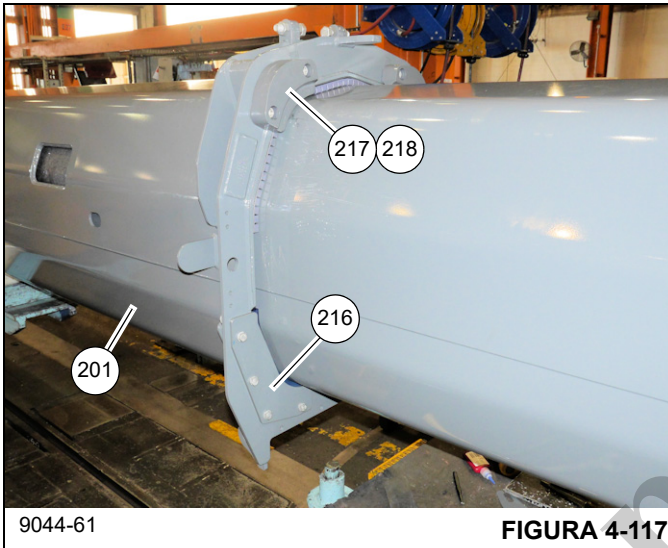
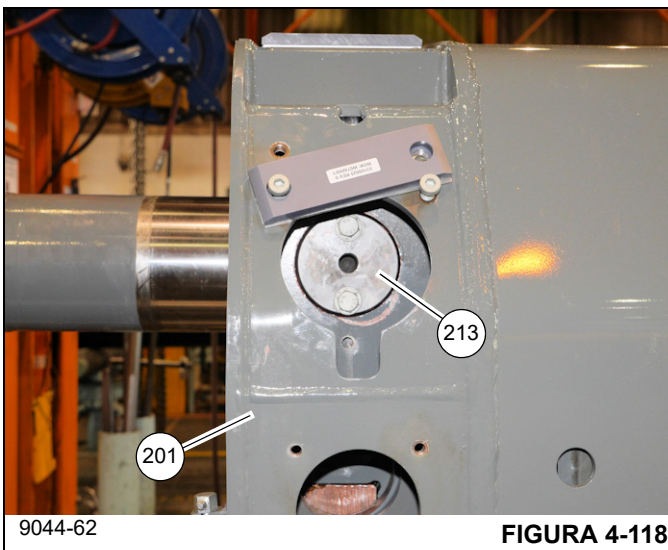

FIGURA 4-117
FIGURA 4-118
77. Afloje totalmente el perno de ajuste (244) de la almohadilla de desgaste del medio del lado derecho y luego apriete completamente el perno de ajuste (244) de la almohadilla del medio del lado izquierdo. Instale un suplemento (219) en la parte superior de las almohadillas de desgaste del lado izquierdo golpeando suavemente con un martillo de caucho o bloque de madera. Afloje completamente el perno de ajuste (244) de la almohadilla de desgaste del medio del lado izquierdo.
78. Instale, sin apretar, doce tornillos de fijación (239) a través de la sección telescópica 2 (301) y en las tres barras (211, dos unidades, 210) que sostienen las almohadillas de desgaste. Instale una arandela (235) y contratuerca (251) en cada tornillo de fijación (239).
79. Apriete levemente los pernos de ajuste (249) de la almohadilla de desgaste del medio e inferior del lado izquierdo y derecho. Apriete levemente los doce tornillos de fijación (239). El apriete final de estos pernos y tornillos de fijación se hace después de que se completa el armado y de que la pluma esté instalada en la grúa.
80. Instale los suplementos (217) del lado derecho e izquierdo superior (como están orientados) y los bloques de tope (218) en la parte delantera de la sección telescópica 1 (201) con los pernos (245). Asegúrese que la lengüeta del suplemento esté orientada hacia la
parte superior de la sección telescópica 1 (201) (vea la Figura 4-117).
- 81. Instale las placas de tope (216) del lado izquierdo y derecho inferior (como están orientadas) en la parte delantera de la sección telescópica 1 (201) con los pernos, arandelas, arandelas de seguridad y tuercas (238, 235, 236, 247) (vea la Figura 4-117).
- 82. Inserte completamente la sección telescópica 2 (301) en la sección telescópica 1 (201), asegurándose que los cilindros telescópicos N.º 1 (502) y N.º 2 (501) pasen por la parte trasera de la sección telescópica 1 (201) sin golpear.
- 83. Aplique pasta antiagarrotamiento a los pasadores (213), luego instale un pasador por cada lado de la sección telescópica 1 (201) y en los agujeros en las placas (503) que conectan los cilindros telescópicos N.º 1 (502) y N.º 2 (501) entre sí. Fije cada pasador (213) con dos pernos y arandelas (231, 243) (vea la Figura 4-118).